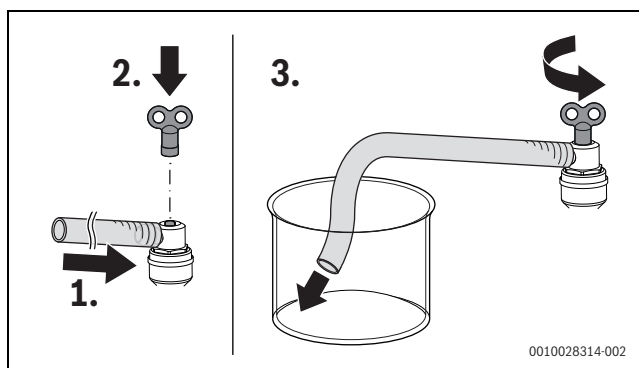

Fig. 86 Sfiato del circuito dell'acqua calda sanitaria e di riscaldamento
- Tenere aperta la valvola di sfiato finché non fuoriesce acqua (→ fig. 86 e fig. 2.9, pagina 10).
- Infilare il tubo flessibile in un recipiente (ad es. bottiglia) (→ fig. 86 e fig. 3, pagina 10).